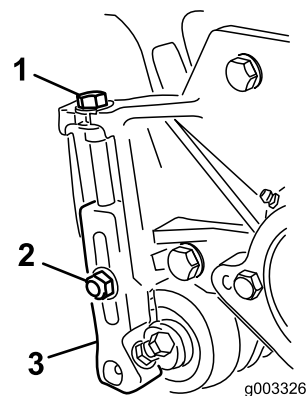

Figure 8
3. Desserrez les contre-écrous qui fixent les supports de hauteur de coupe aux plaques latérales du plateau de coupe (Figure 8).